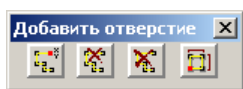

Рис.1.8.2. Окно диалога **Добавить отверстие**
- В окне диалога **Добавить отверстие** (рис. 1.8.2) нажмите кнопку  – **Задать прямоугольное отверстие**.